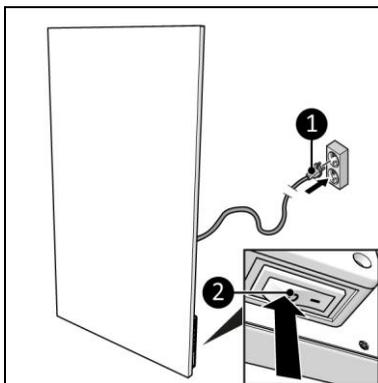

Figura 16
2. Asigurați-vă că întrerupătorul ON/OFF (PORNIT/OPRIT) se află în poziția OFF (OPRIT) (Figura 16, poz. 2).
3. Introduceți ștecărul (Figura 16, poz. 1) într-o priză de perete cu împământare, ușor accesibilă. Utilizați o priză de perete cu împământare, cu o putere minimă de 1000 Watt.